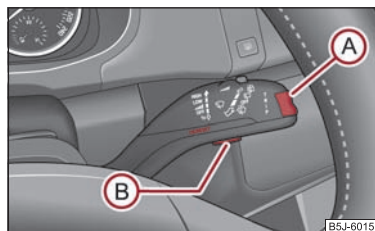

Abb. 20 Informationsdisplay: Bedienelemente
- Das **Main menu (Hauptmenü)** aktivieren Sie durch Drücken der Wipptaste **(A)** ⇒ Abb. 20 länger als 1 Sekunde.